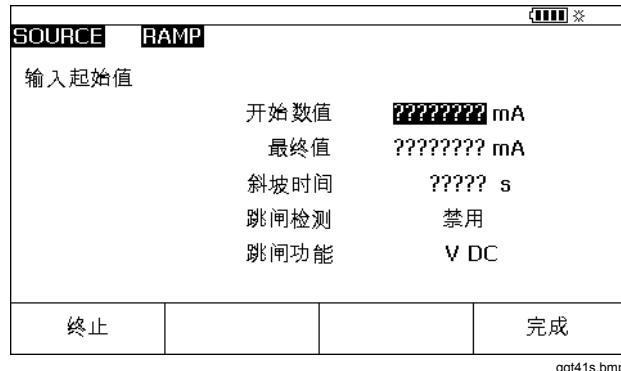

图 25. 斜坡屏幕
7. 按倾斜 (Ramp) 功能键。显示屏变为图 25 所示的屏幕。